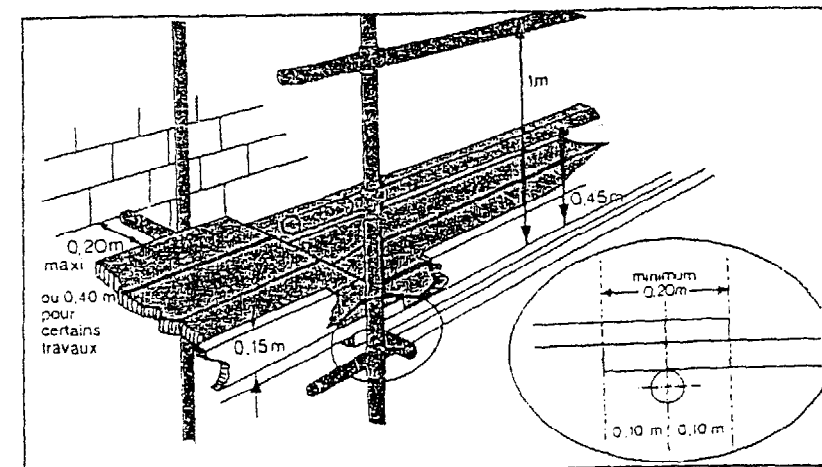

Fig. 5.
- Être jointifs et couvrir toute la portée des traverses en ne laissant subsister qu'un vide de 0,20 m maximum entre le plancher et la construction (fig. 5).
Les planchers doivent être munis sur les côtés extérieurs de garde-corps et de plinthes (fig. 5).